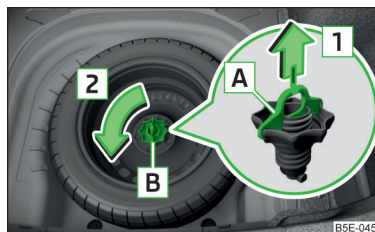

Fig. 328
La rueda se encuentra en una cavidad debajo de la moqueta del maletero y está fijada con un tornillo de seguridad **[B]** » fig. 328.
- » Extraer el seguro **[A]** en sentido de la flecha **[1]** » fig. 328.
- › Atornillar el tornillo de seguridad **[B]** contra el sentido de la flecha **[2]** » fig. 328.